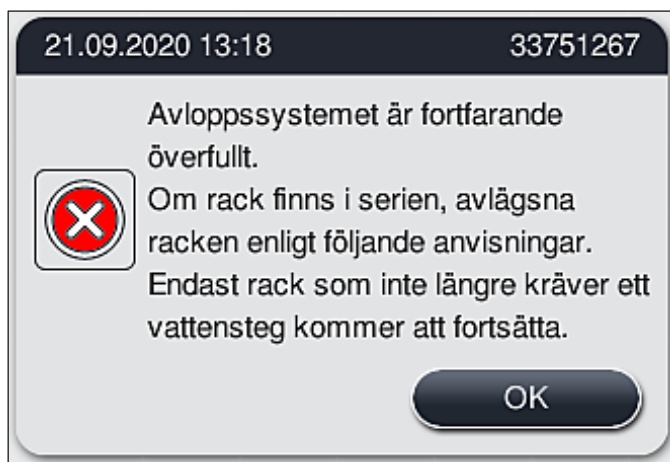

Bild 125
3. Om stoppet inte kan lösas trots upprepade rengöringsförsök avaktiveras vattenstationerna på grund av den kvarliggande kritiska vattennivån. Vattenstationerna visas som defekta på skärmen. För att avsluta ett eller flera program, tryck på antingen (→ "Bild 123-2") eller (→ "Bild 124-2") för att inleda processen för kontrollerad avslutning. Program som inte kräver ett vattensteg fortsätter till slutet av infärgningsprocessen. Eventuella kvarvarande rack som kräver minst ett vattensteg måste avbrytas och avlägsnas från instrumentet. Bekräfta meddelandet nedan (→ "Bild 125") genom att trycka på **OK**.